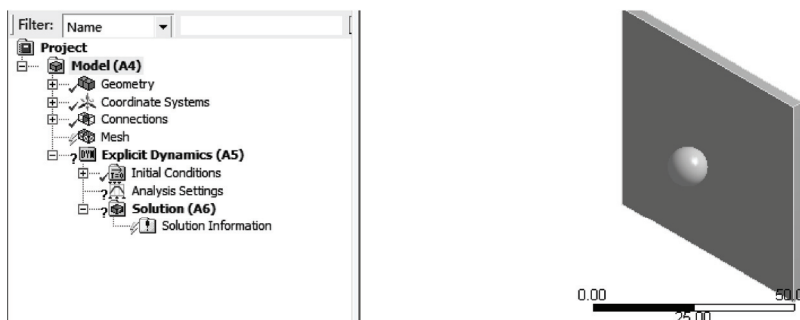

图 15-7 分析项目树结构图
1) 双击主界面项目管理区项目 A 中的 A3 栏 Model 项, 进入 Mechanical 界面, 可见分析项目树结构图如图 15-7 所示, 在该界面下即可进行网格的划分、分析设置、结果查看等操作。